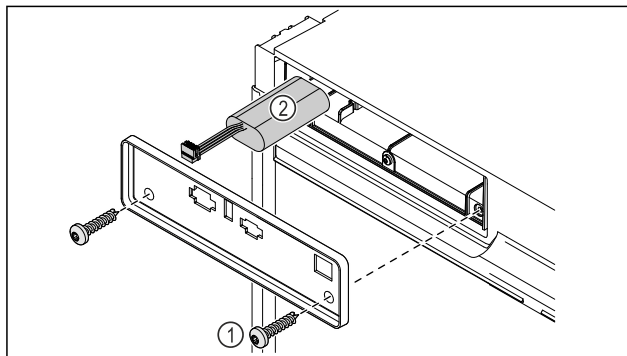

Fig. 228
- ▶ Vyšroubujte šrouby a odstraňte kryt na zadní straně spotřebiče Fig. 228 (1).
- ▶ Odpojte a vyjměte baterii Fig. 228 (2).